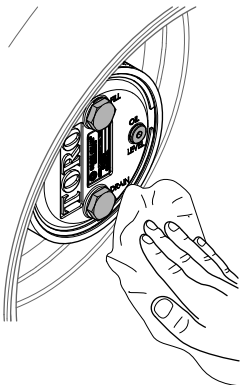

Figura 78
3. Limpie los alojamientos del freno y de los engranajes planetarios (Figura 78).